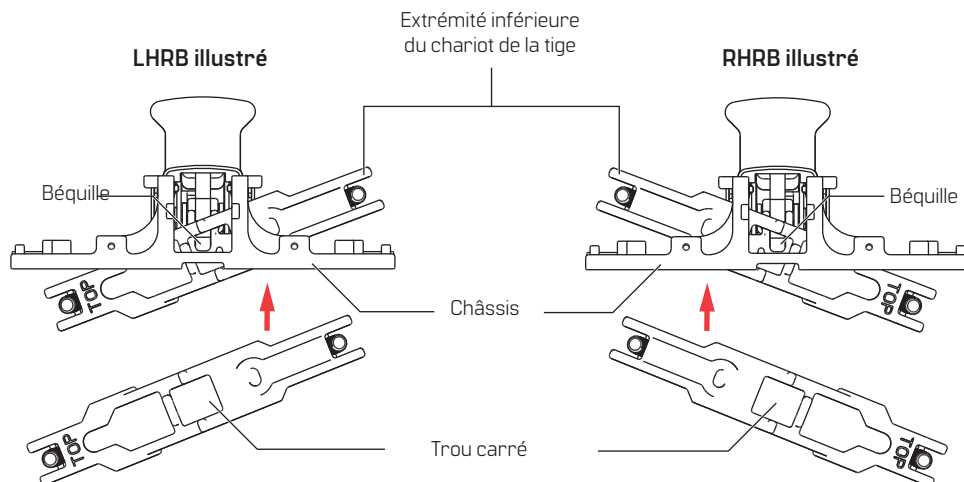

Figure 5 Levier de levage
- 3.1.6 Insérer l'extrémité inférieure du chariot de la tige dans le côté opposé du châssis, comme indiqué à la fig. 5.